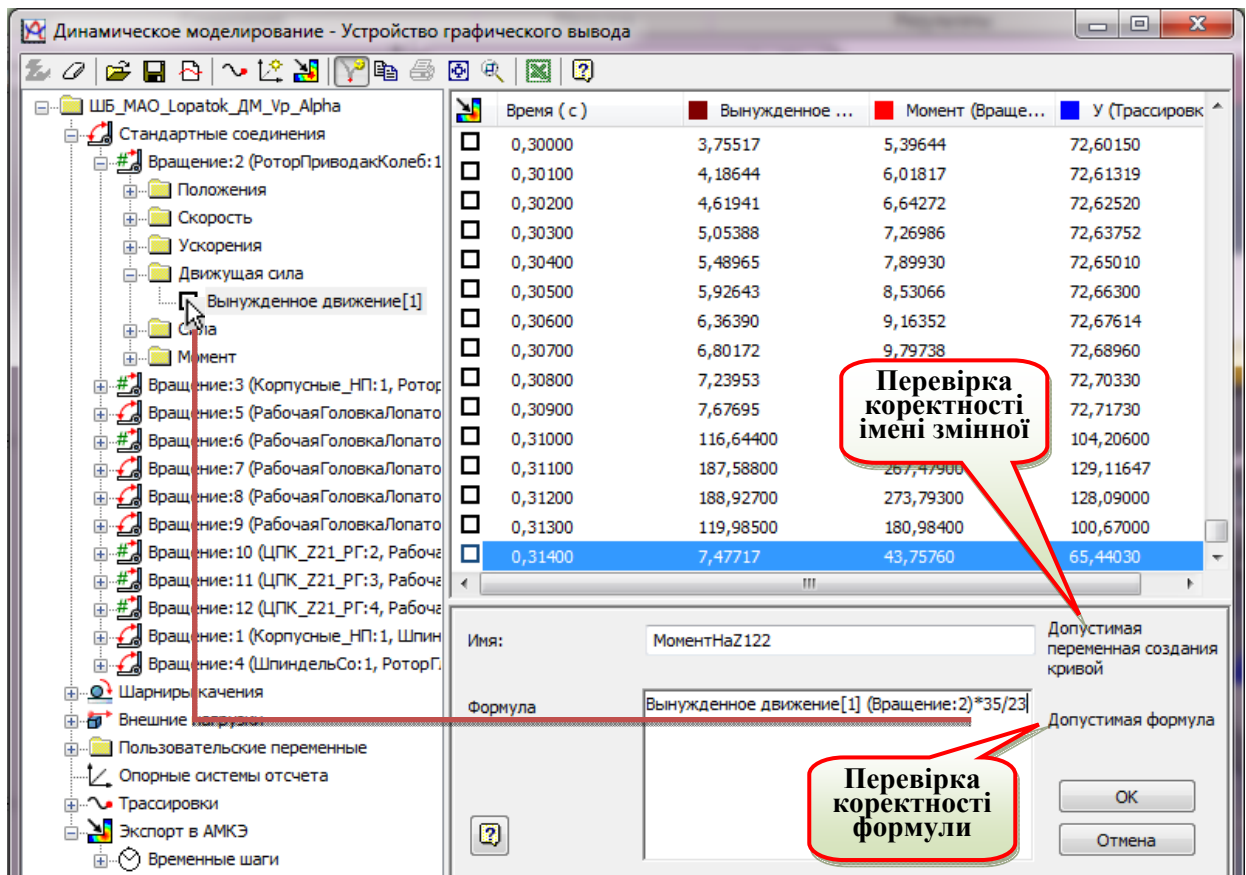

Рис. 9.5. Диалоговое окно "УТВыв" при створенні нової кривої
- В поле "Имя" введіть ім'я нової змінної (на рис. 9.5 це ім'я – "МоментНаZ122").